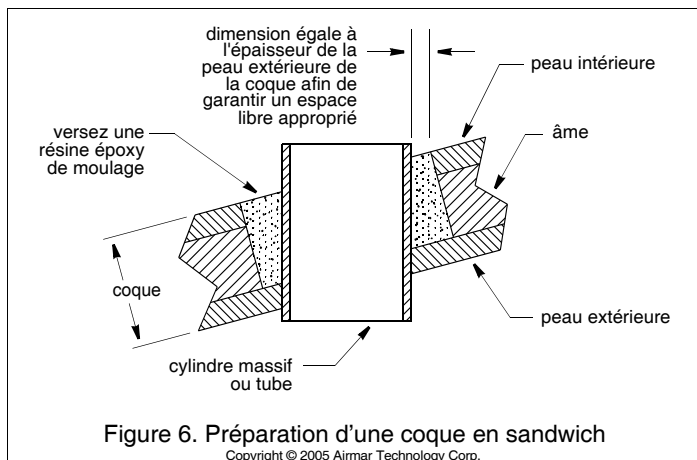

Figure 6. Préparation d'une coque en sandwich
2. À l'aide de la scie-cloche de taille appropriée, découpez un trou perpendiculaire à la surface de l'eau *depuis l'extérieur* dans la peau *extérieure* uniquement (voir Figure 6).